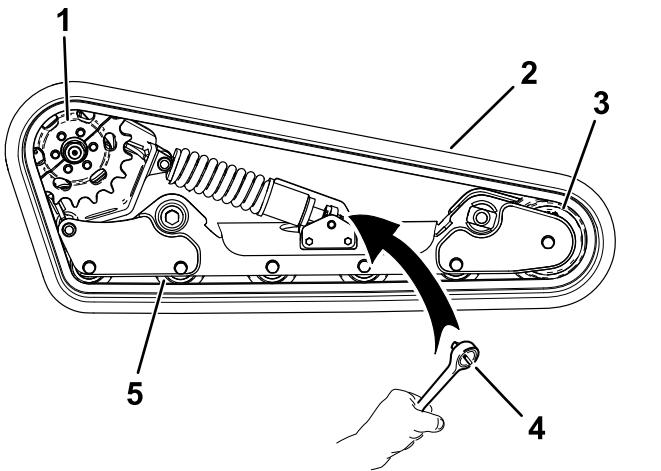

Bild 27
8. Lösen Sie die Antriebsspannung mit einer Ratsche ($\frac{1}{2}$ "), indem Sie die Spannschraube nach rechts drehen (Bild 25 und Bild 27).
1. Wickeln Sie die neue Kette um das Vorderrad, dann um die Antriebsnabe an der Seite ohne Kettenrad (Bild 27).
2. Schieben Sie die Kette unter und zwischen die Straßenräder und wickeln Sie diese um den unteren Rahmen (Bild 27).